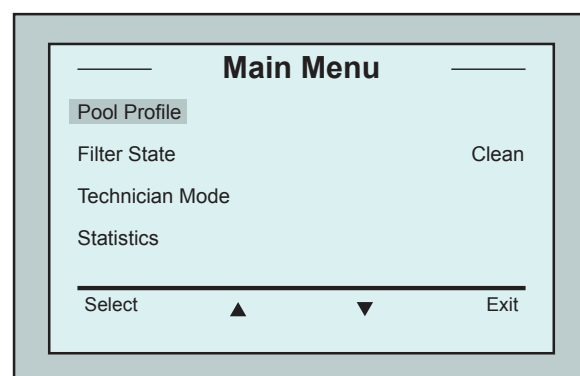

Abbildung 2: *Hauptmenü*-Bildschirm
- Drücken Sie auf Menü, um den *Hauptmenü*-bildschirm zu öffnen (Abbildung 2).